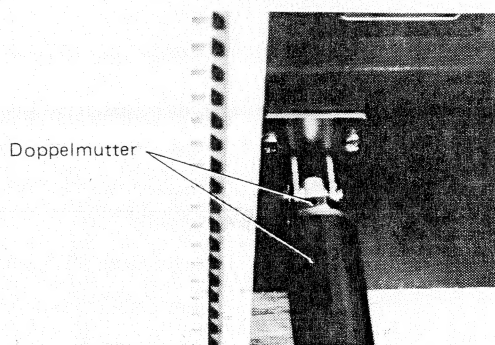

Abb. 6-8
6. Ein Bild auf den Schirm projizieren. Die obere und untere Bildleerstellen müssen ungefähr gleich sein. Nötigenfalls die Klappenneigung berichtigen. Der Winkel kann durch Drehen der Stützrohre eingestellt werden (Abb. 6-8).